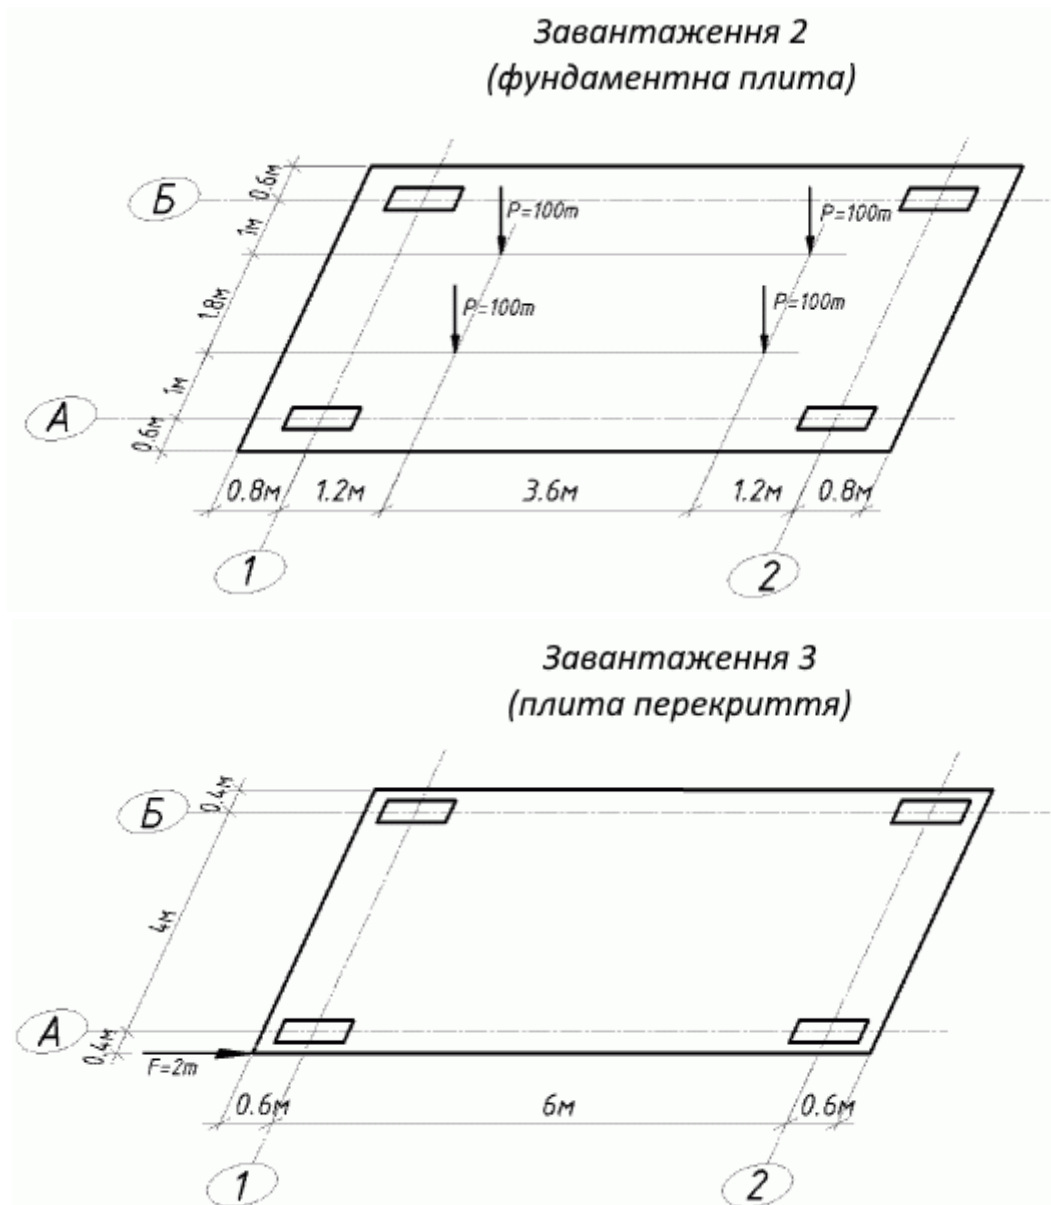

Рис. 9.2. Схеми завантажень плит каркасу
- завантаження 2 – постійне рівномірно-розподілене навантаження  $g_1 = 0.5 \text{ т/м}^2$ , прикладене на плиту перекриття; постійне рівномірно-розподілене навантаження  $g_2 = 1 \text{ т/м}^2$  та постійне зосереджене вертикальне навантаження  $P = 100 \text{ т}$ , прикладене на фундаментну плиту (рис. 9.2, завантаження 2);
- завантаження 3 – зосереджене горизонтальне навантаження  $F = 2 \text{ т}$ , прикладене на плиту перекриття (рис. 9.2, завантаження 3).